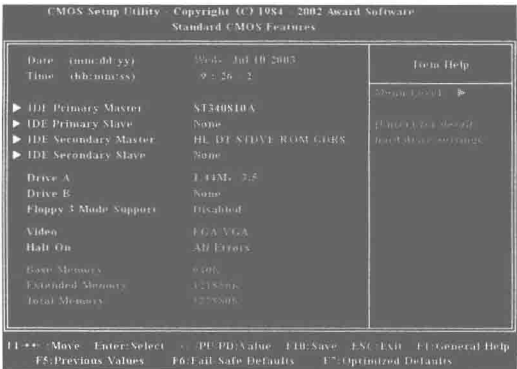

图 1.30 基本 CMOS 功能设置界面
(1) 设置日期与时间。在主菜单中选择“Standard CMOS Features”,进入基本 CMOS 功能设置界面,如图 1.30 所示。